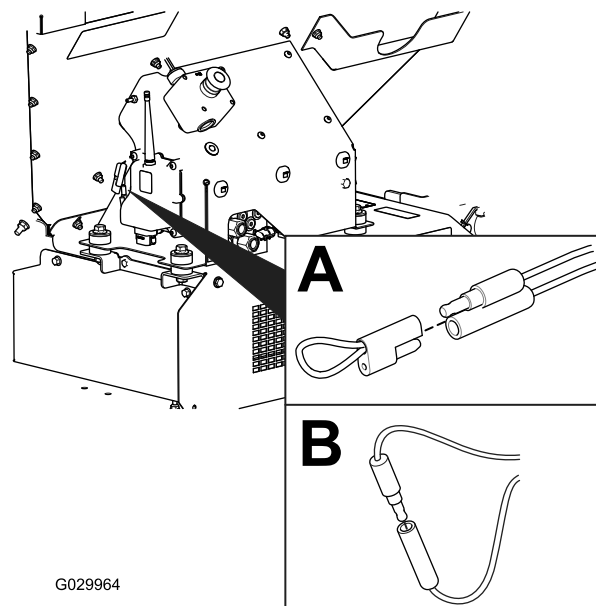

图27
2. 拉掉两个并联的诊断接头 图27 A 上系的盖子。
3. 将并联的诊断接头连接在一起 图27 B。